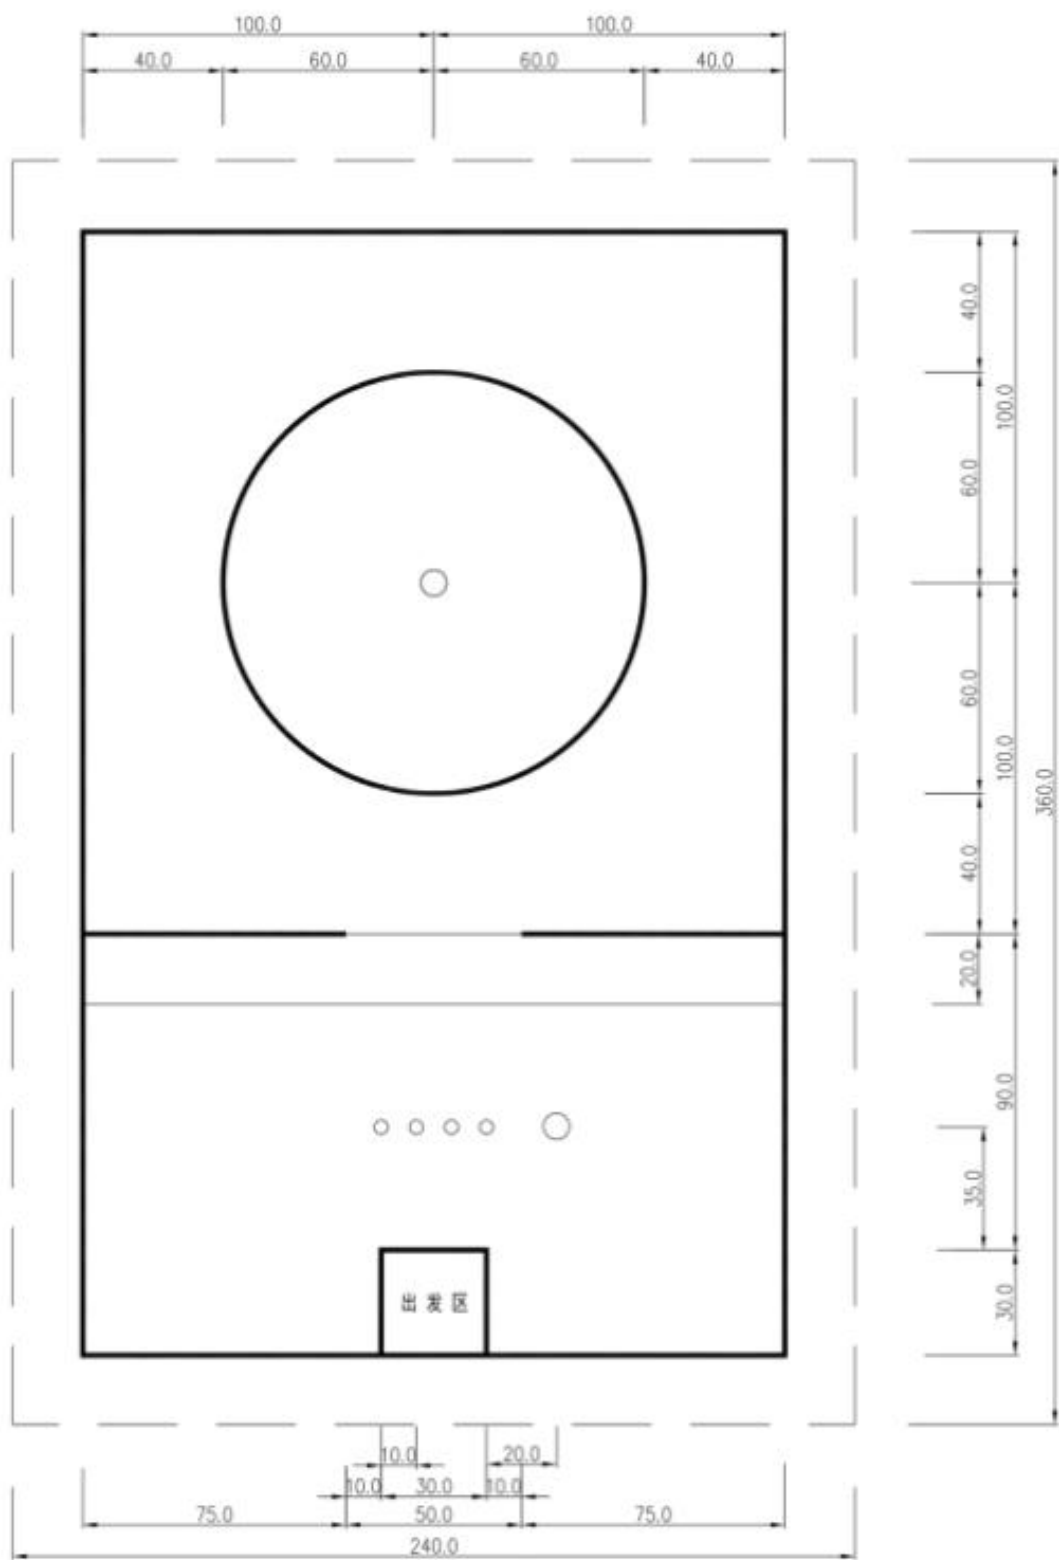
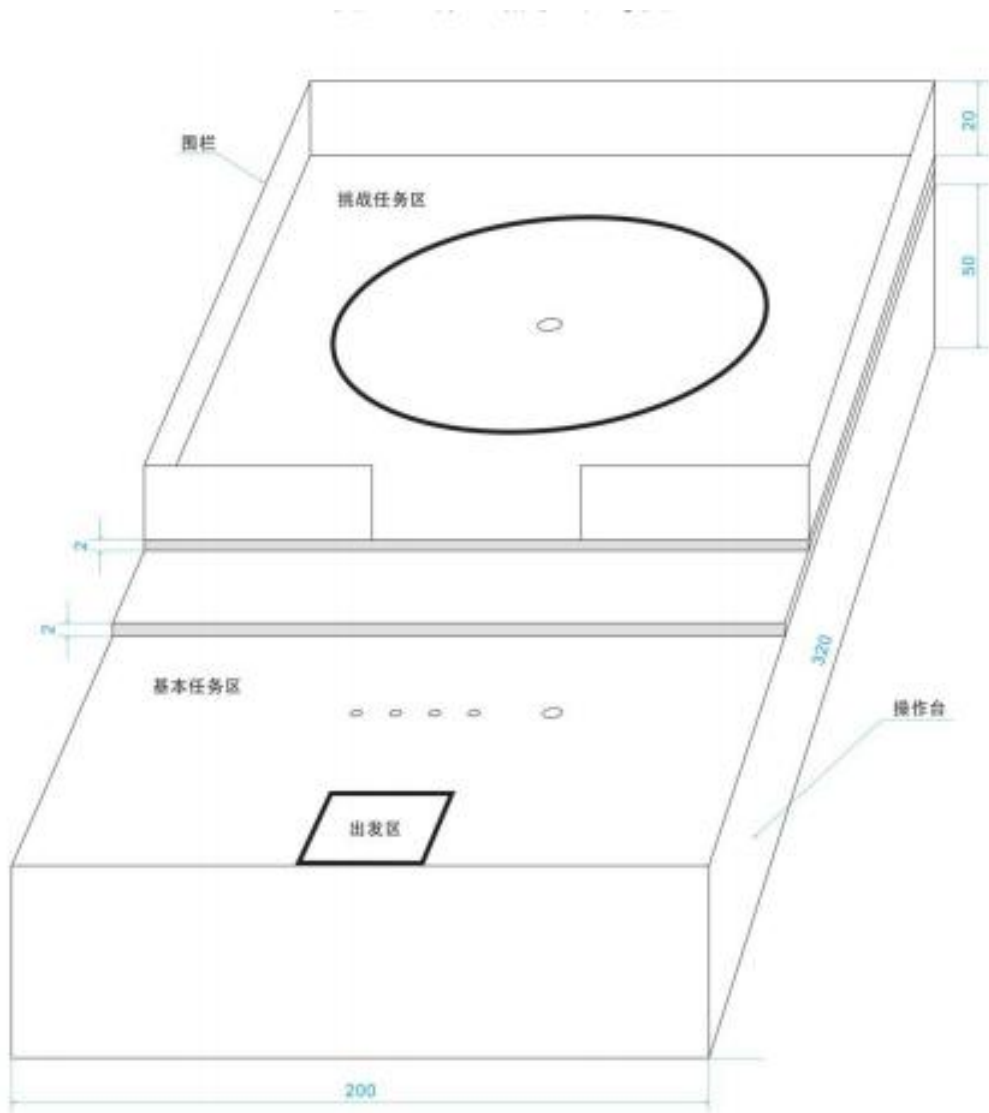

图 1 任务场景俯视示意图
图 2 任务场景侧视示意图
1. 根据图 1、图 2 所示具体尺寸及形状要求，在相对平坦的场地（如地面、台面等）上完成任务场景搭建，图 1 中所有粗线条均可采用宽约 1.5cm 的黑色电工胶带粘贴，其余材质及重量不限。
场地为尺寸大小约 320cm × 200cm 的 550#黑底喷绘布喷绘（以现场提供为准），如图 1 所示。
栏的高度约为 20cm，如图 2 所示。亦可将地图直接置于平整的地面作为展示场地。
两”被摆放在任务区（如图 1 所示），具体位置以现场公布为准。
基本任务区与挑战任务区分别放置一个“钱袋”，其位置如图 1 所示，外观颜色为红色（参考色值为 C0 M100 Y100 K0）。